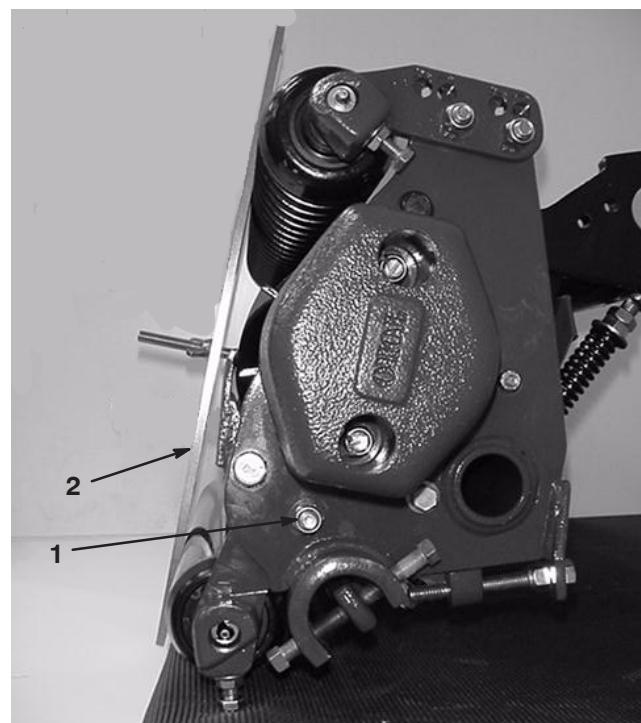

Figure 14
1. Faites tourner le plateau de coupe verticalement et placez le gabarit en travers des rouleaux arrière et avant (Fig. 14).
2. Desserrez les contre-écrous de fixation des supports de hauteur de coupe sur chaque extrémité du plateau de coupe (Fig. 14).
4. Placez le gabarit en travers des rouleaux avant et arrière, et réglez le boulon de réglage jusqu'à ce que la base de la tête de la vis s'engage dans le bord coupant de la contre-lame (Fig. 14).